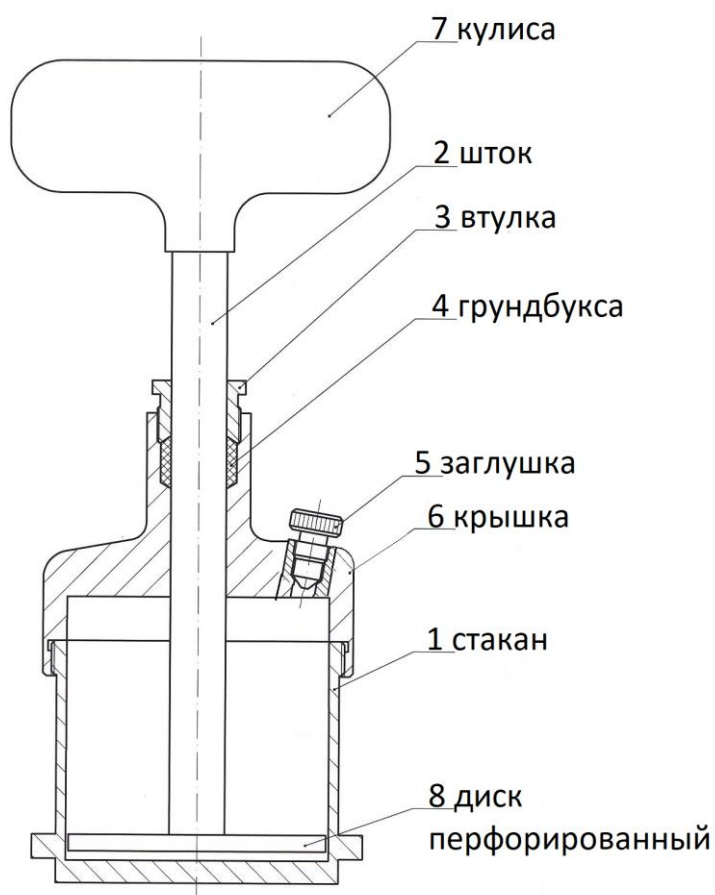

Рис. 4.2 - Смеситель
- 1.3.5 Смеситель (рис.4.2) в соответствии с ГОСТ 1440-78 состоит из стакана 1, штока 2, втулки 3, грундбоксы 4, заглушки 5, крышки 6, кулисы 7 и перфорированного диска 8. При термостатировании можно установить термометр для контроля температуры подготавливаемой пробы выкрутив заглушку 5.
Проверить затяжку соединения штока 2 (см.рис.4.2) с перфорированным диском 8 (стянуть руками, обеспечить натяг). Ослабление резьбового соединения может привести к самопроизвольному откручиванию перфорированного диска и заклиниванию устройства в процессе работы.
- 4.1.2 Шпателем равномерно наполнить стакан смесителя (см.рис.4.2) смазкой, не допуская попадания воздуха.
- 4.1.4 При навинчивании крышки выкрутить заглушку 5 (см.рис.4.2) для выхода избытка смазки.
- 4.1.5 Опустить кулису 7 до упора, закрутить заглушку 5 (см.рис.4.2). Собранный смеситель установить в термостат. Время выдержки и температура указаны в соответствующих стандартах на методы испытаний смазок.